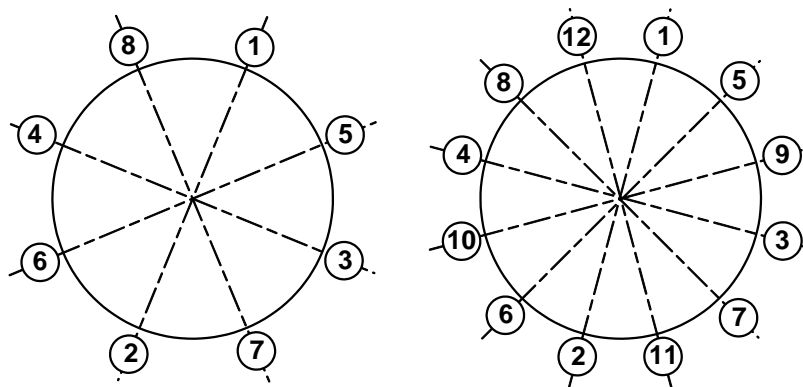

Рис. 4. Очередность затяжки гаек на фланцах
- 2.3.3.5. Затяжка гаек при установке ППР или имитатора в трубопровод должна производиться в очередности, обозначенной на рис.4, динамометрическим ключом с крутящим моментом не более, указанного в табл.6. **В случае превышения усилия затяжки возможно повреждение ИУ!**